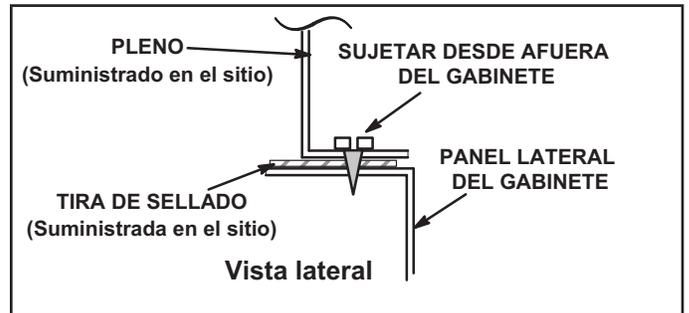

**FIGURA 16**
**Instalación en el gabinete del serpentín de enfriamiento "FIGURA 16"**